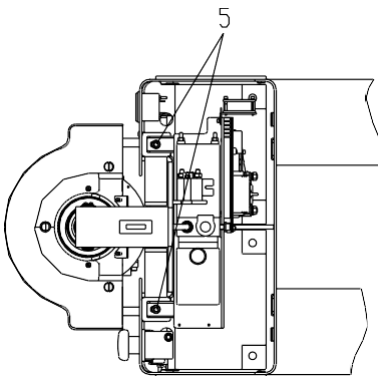

Рис. 8
- Отвинтите винт (5) и убедитесь в том, что батарея закреплена на посадочном месте (см. рис. 8).